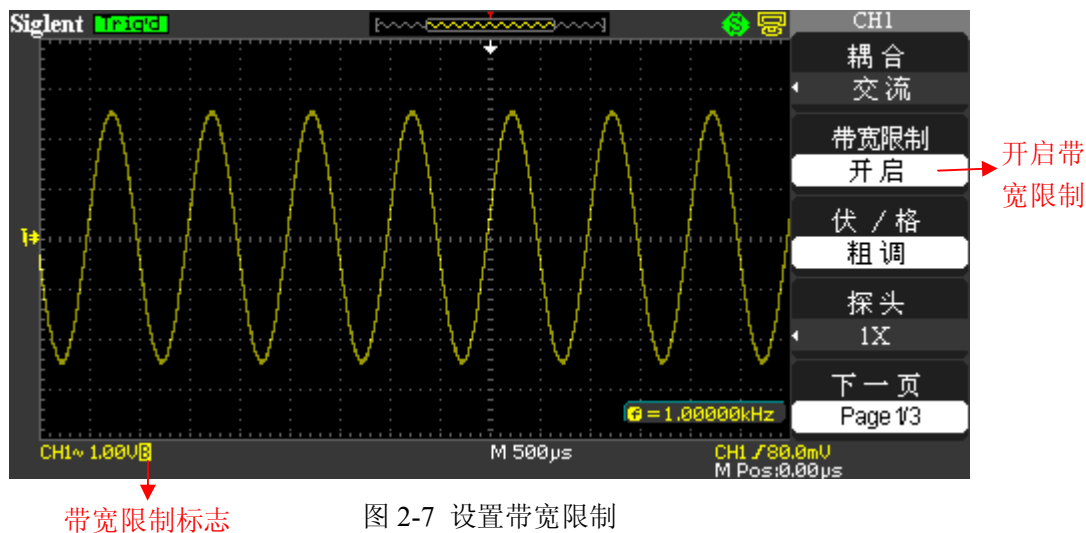

图 2-7 设置带宽限制
- 按【CH1】选择【带宽限制】为【开启】，设置带宽限制为开启状态。被测信号含有的大于 20MHz 的高频分量幅度被限制。如图 2-7 所示：